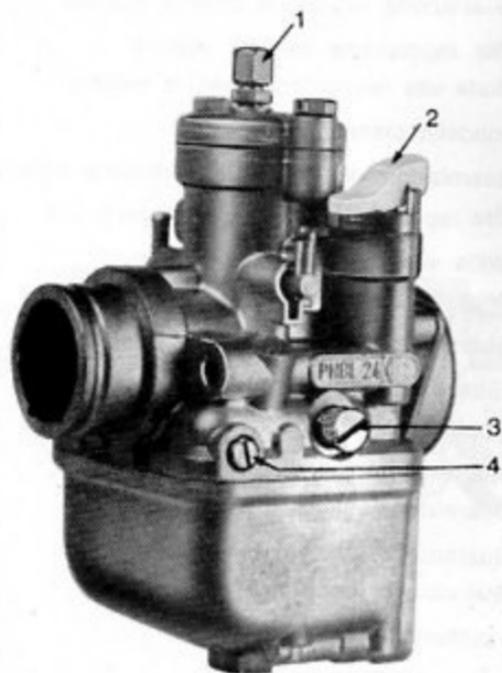

Fig. 35 - Carburatore
- Lasciando girare il motore, con la manopola del gas chiusa, avvitare o svitare la vite 3 - Fig. 35, fino ad avere un numero di giri del motore costante, ma più basso possibile.